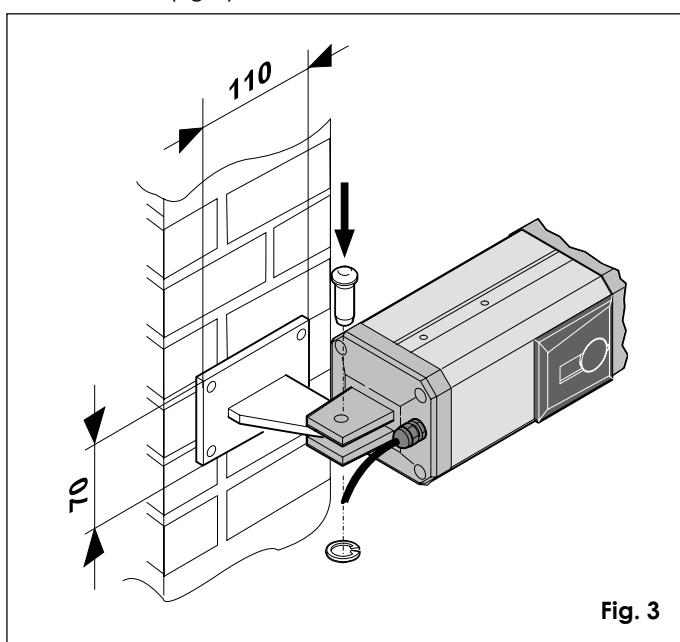

Fig. 3
Dans le cas de pilier en maçonnerie, prévoir d'abord la pose d'une plaque d'ancrage sur le pilier (fig. 3), puis souder la patte d'attache sur la plaque.
- 2) Fixer l'opérateur à la patte d'attache arrière au moyen des vis fournies (fig. 3).